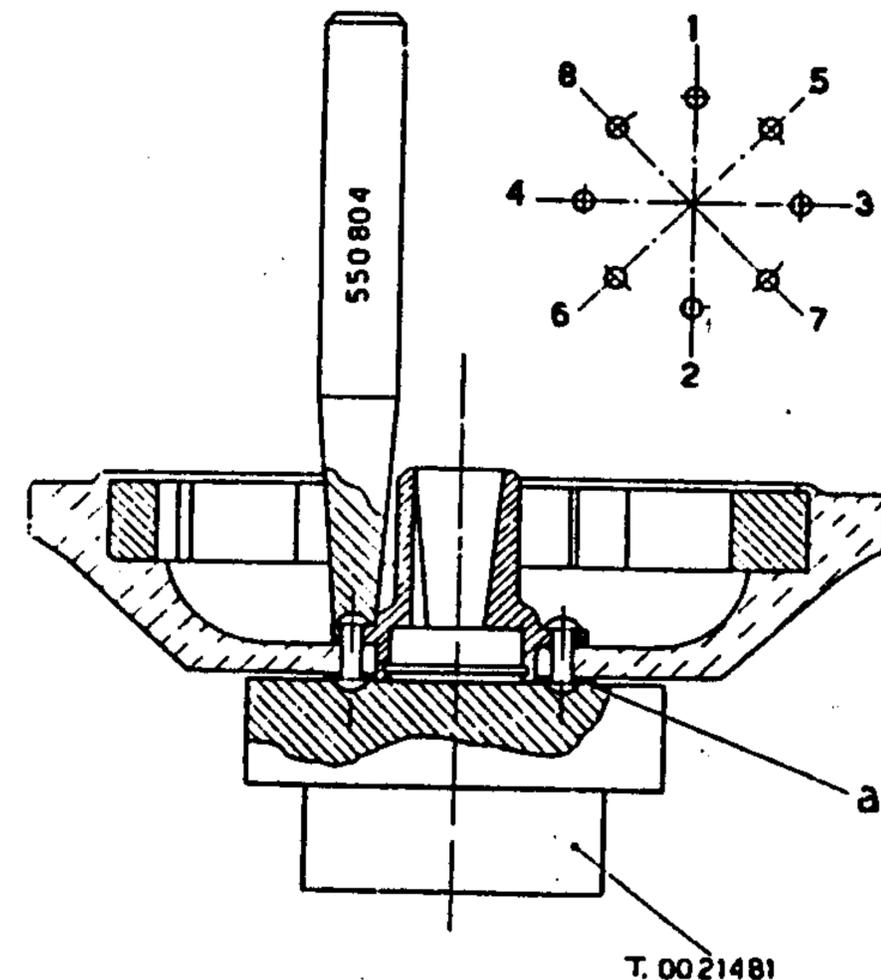

Fig. 18 - Ribaditura chiodi fissaggio camma
5. - Maggiorare a $\varnothing 4,5$ mm. i fori della rondella, di cui al n. 3, indicata in « a » in fig. 18. Montare la rondella, la camma e i ribattini maggiorati, formandone la testa secondo l'ordine indicato in fig. 18.